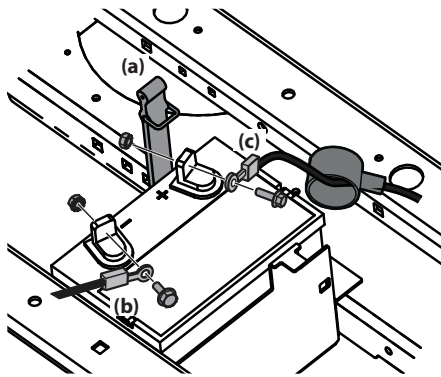

Figure 4-5
- Détachez l'attache (a) qui retient la batterie. Voir Figure 4-5